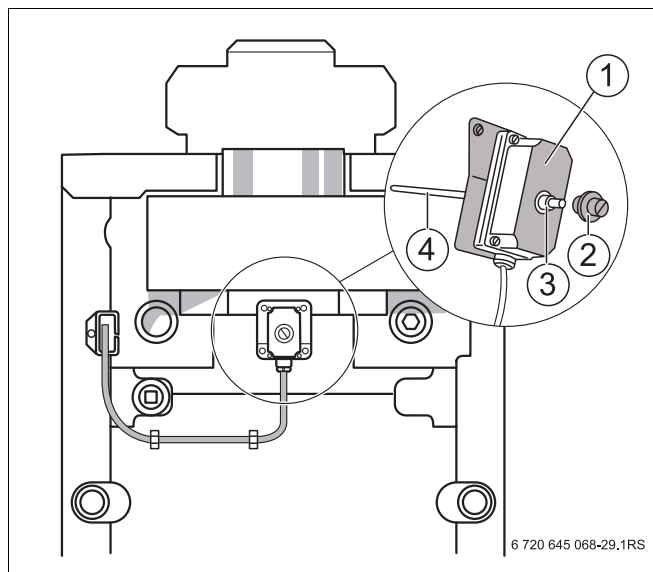

Рис. 33 Проверка системы контроля дымовых газов AW 10
- Снять систему контроля дымовых газов (Рис. 33, **поз. 1**) с прерывателя тяги.
- При работающей горелке удерживать датчик температуры (Рис. 33, **поз. 4**) в середине потока дымовых газов.
- Вновь установить систему контроля дымовых газов (Рис. 33, **поз. 1**).
- Примерно через 2 минуты снять защитный колпачок (Рис. 33, **поз. 3**) и нажать на разблокировочный штифт (Рис. 33, **поз. 2**).